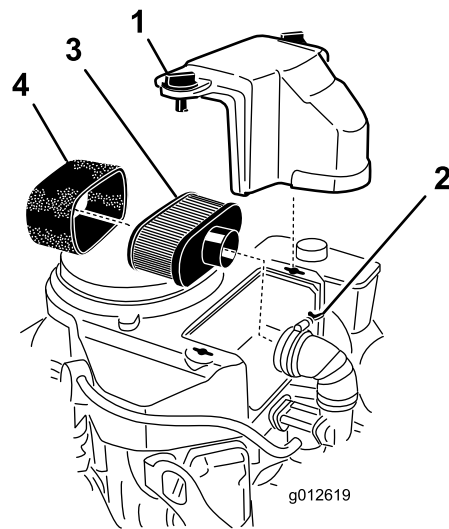

Figura 25
3. Limpie alrededor del limpiador de aire de forma que la suciedad no penetre en el motor y cause daños (Figura 25).
4. Desenrosque los pomos de la cubierta y retire la cubierta del limpiador de aire (Figura 25).
5. Desenrosque la abrazadera y retire el conjunto del limpiador de aire (Figura 25).
6. Retire cuidadosamente el filtro de gomaespuma del filtro de papel (Figura 25).
1. No limpie el filtro de papel, cámbielo (Figura 25)
1. Deslice cuidadosamente el filtro de gomaespuma sobre el filtro de papel (Figura 25).
2. Coloque el conjunto del limpiador de aire sobre la base del limpiador de aire y fíjelo con 2 tuercas de orejeta (Figura 25).
3. Coloque en su posición la cubierta del limpiador de aire y apriete el pomo de la cubierta (Figura 25).